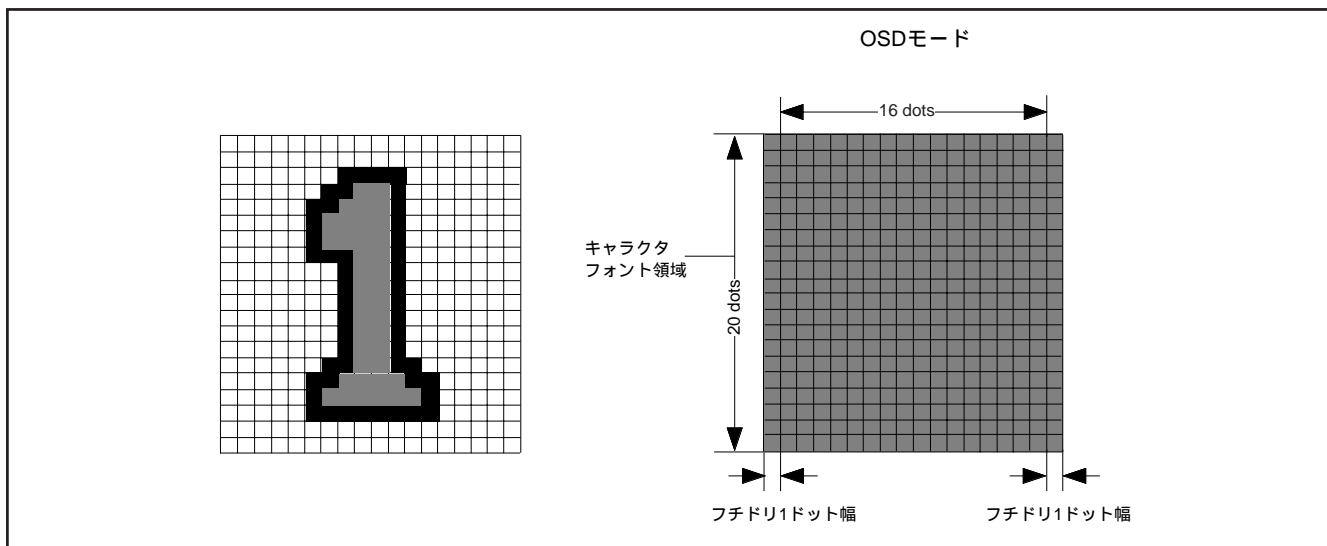

図8.11.20 フチドリ表示例とフチドリ領域
- 注1. フチドリドットの表示域は図8.11.20に示す網掛けの範囲です。